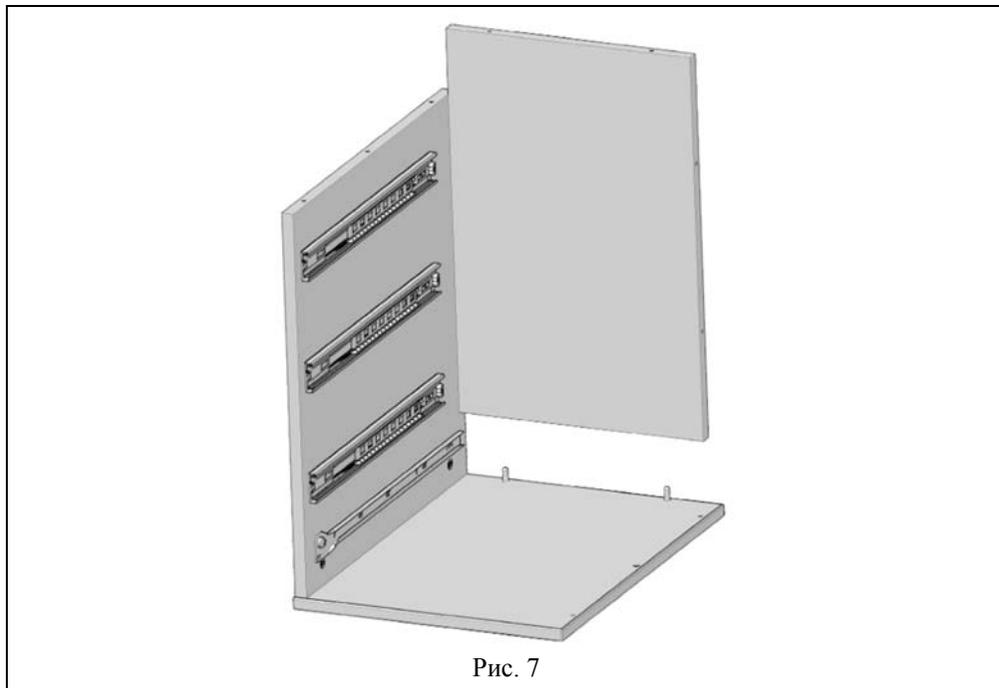

Рис. 7
5.1.7 В сборку по п. 5.1.6 сверху установить стенку заднюю (поз. 6) (см. рис. 7), и соединить стенку боковую правую со стенкой задней при помощи винтов конфирмат KON 7,0x50 (поз. 1, пакет №35а). Винты конфирмат KON 7,0x50 закрыть заглушками конфирмата (поз. 2, пакет №35а) (см. рис. 7а).
Рис. 7а